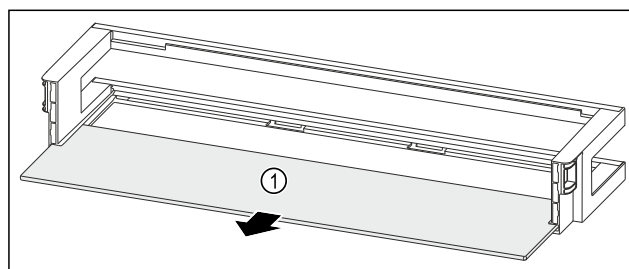

Fig. 64 Balconnet de contre-porte avec tablette de rangement
- Retirer la tablette de rangement Fig. 64 (1).